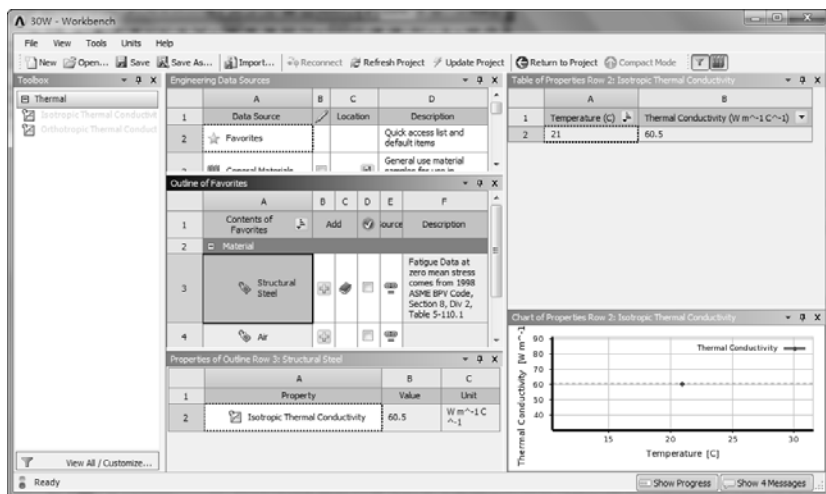

图 12-66 材料参数设置界面
2) 在界面的空白处任意位置单击鼠标右键, 在弹出的快捷菜单中选择【Engineering Data Sources (工程数据源)】命令, 原界面窗口中的【Outline of Schematic B2: Engineering Data】窗口消失, 取代以【Engineering Data Sources (工程数据源)】和【Outline of Favorite (优先列表)】窗口, 如图 12-66 所示。